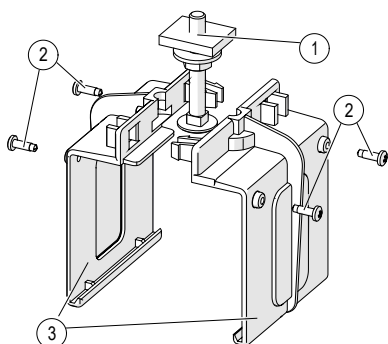
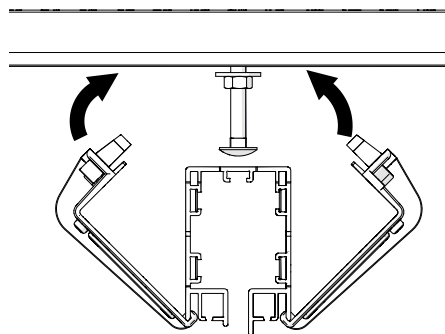

Abb. 16: Fixpunkthalter mit Nutenstein für Spannamontage (Bestell-Nr.: 08423-11)
Abb. 18: Fixpunkthalter in Schiene einklipsen
- Schlossschraube (1) an der Tragekonstruktion vormontieren. Die Schlossschraube (1) noch nicht an der Tragkonstruktion fest anschrauben (siehe Abb. 16 bis Abb. 18). Die Schlossschraube (1) bleibt für die nächsten Montageschritte drehbar. Die Höhe zum Isolierprofil der Schleifleitung einstellen.
- Die Kunststoffhalterhälften (3) des Fixpunkthalter so am unteren Gehäuserand des Isolierprofils einhängen und zusammenklipsen, sodass die Schlossschraube (1) oben mittig mit eingebunden ist.
- Durch Montieren der vier Bohrschrauben (2) wird der Fixpunkthalter fest mit dem Isolierprofil verbunden.
- Bei beengten Montageverhältnissen ist die Verwendung von zwei Bohrschrauben (2) zulässig.
- Muttern M8 der Schlossschraube (1) an der Tragkonstruktion anziehen mit 1-2 Gabelschlüssel SW13.